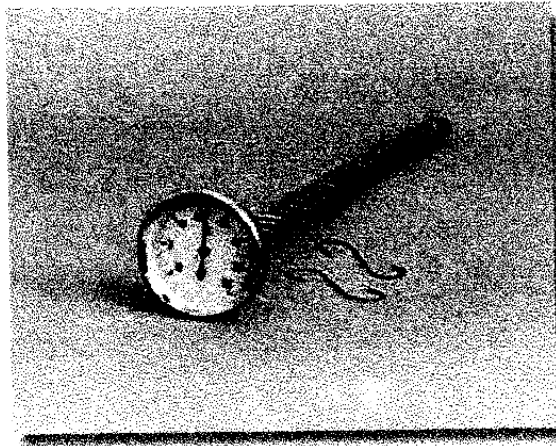

Figure 5.11 – thermomètre
w) **thermomètre** : (voir figure 5.11)